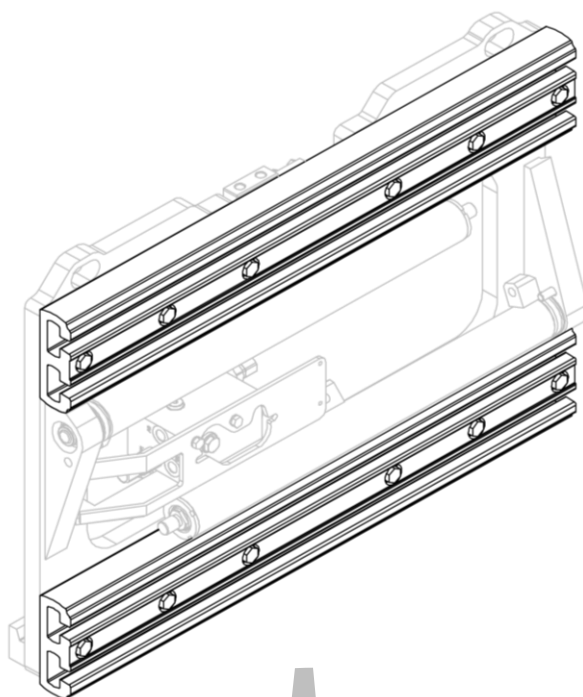
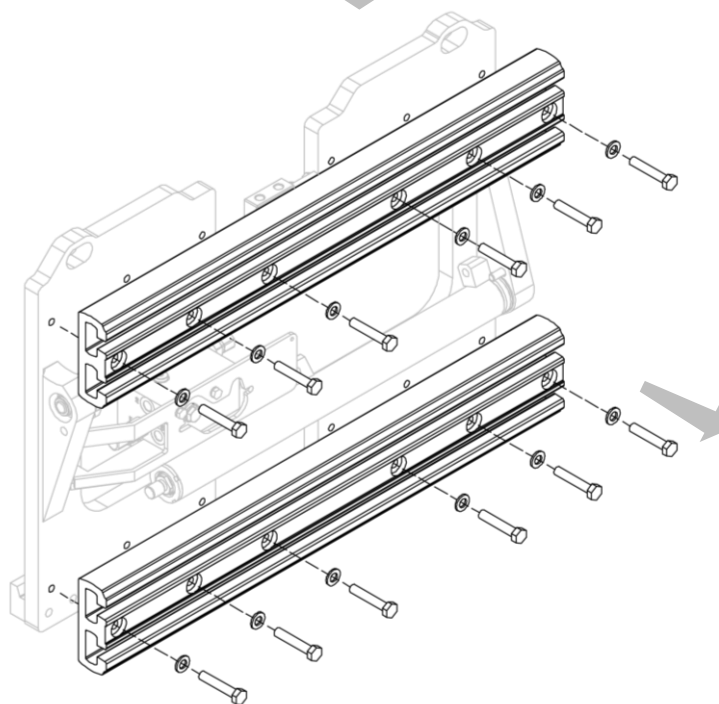

Figura 56
Figura 57
2. Rimuovere, uno per volta, i profili in alluminio dopo aver svitato le apposite viti (vedi *Figura 56* e *Figura 57*).